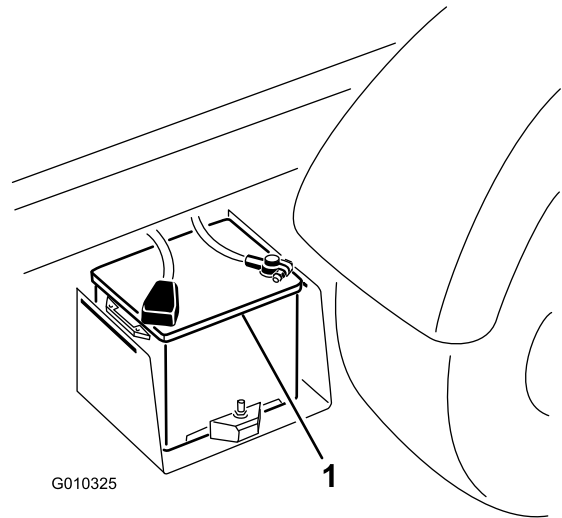

図 50
2. 2台のバッテリーのプラス端子同士をブースターケーブルでつなぐ 図 50。端子を必ず確認することができることが多い。